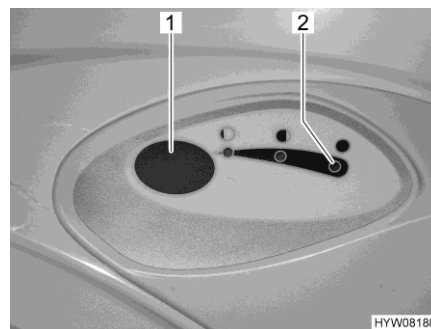

Fig. 286 Bouton pour la chasse d'eau/voyant de contrôle (toilettes Thetford)
- Pour actionner la chasse d'eau, appuyer sur le bouton bleu (Fig. 286,1).
Le voyant de contrôle (Fig. 286,2) s'allume lorsque le réservoir pour matières fécales doit être vidé.